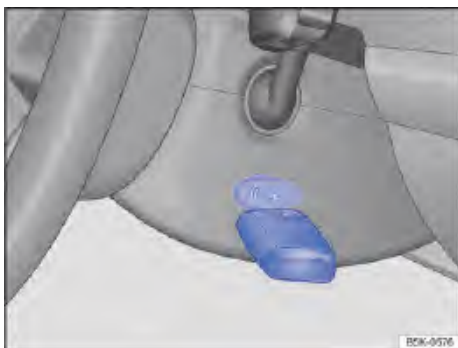

Fig. 96 A la derecha en la columna de dirección: función de arranque de emergencia en vehículos con sistema de bloqueo y de arranque Keyless Access sin llave.
- Mantener la llave del vehículo directamente después de presionar el botón de arranque a la derecha de la columna de dirección → fig. 96.